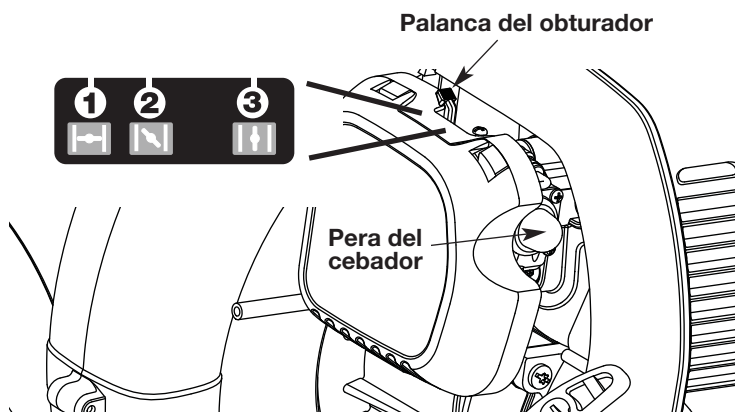
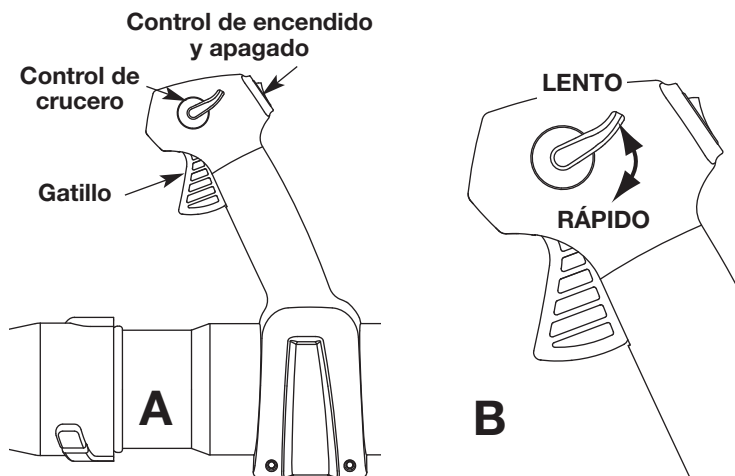
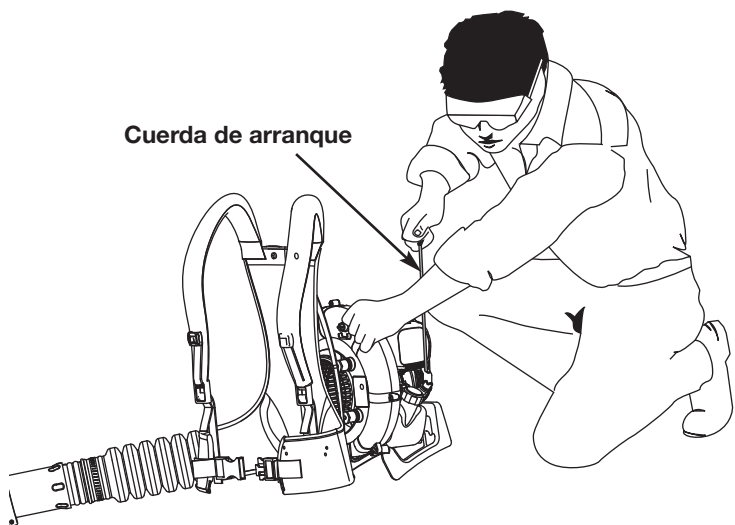

Fig. 14
Fig. 15
Fig. 16
ADVERTENCIA: Evite los arranques accidentales. Colóquese en posición de inicio cuando tire de la cuerda de arranque (Fig. 16). El operador y la unidad deben estar en una posición estable al arrancar la unidad para evitar graves lesiones personales. Para evitar lesiones personales graves, asegúrese de que los tubos de la sopladora estén colocados antes de hacer funcionar la unidad.
- NOTA:** No hay necesidad de arrancar la unidad. El control de Encendido/Apagado está en la posición ENCENDIDO (I) en todo momento.
3. Oprima y suelte completamente la pera del cebador **10** veces, lentamente. Deberá verse alguna cantidad de combustible en la pera del cebador (Fig. 14). Si no se ve combustible en la pera, oprima la pera hasta que se vea el combustible.
4. Coloque la palanca del obturador en la **Posición 1** (Fig. 14).
- NOTA:** La unidad debe arrancarse en vacío. No apriete el gatillo hasta que el paso 8 (Fig. 15, A).
5. **No apriete el gatillo.** Colóquese en la posición de arranque (Fig. 16). Tire de la cuerda de arranque **5** veces en un movimiento controlado.
6. Coloque la palanca del obturador en la **Posición 2** (Fig. 14).
8. Apriete y sostenga el gatillo, o presione el control de crucero (Fig. 15, A), y permitir que el motor se caliente durante 30 a 60 segundos.
9. **Continuar oprime el gatillo.** Mover la palanca del obturador a la **Posición 3** (Fig. 14) y continuar el calentamiento del motor por un período adicional de 60 segundos. Durante este tiempo la unidad puede ser utilizada.
2. Oprima y mantenga oprimido el Control de encendido y apagado en la posición APAGADO (O) hasta que el motor se detenga por completo (Fig. 15, A)
1. Una vez que el motor haya arrancado y esté caliente, oprima el gatillo para acelerar la unidad según sea necesario (Fig. 15, A).
2. Para períodos de funcionamiento más prolongados y para eliminar la posibilidad de fatiga en el dedo, mueva el control de crucero hacia la posición RÁPIDO para aumentar poco a poco o mantener la velocidad del motor de la unidad (Fig. 15, B). Cuando se oprima el control de crucero, el gatillo retrocederá hacia la manija.
3. Para disminuir la velocidad del motor, mueva el control de crucero hacia la posición LENTO y el gatillo regresará a la posición de marcha en vacío (Fig. 15, B).
NOTA: La unidad debe arrancarse en vacío. No apriete el gatillo hasta que el paso 10 (Fig. 15, A).
5. Agáchese en la posición de arranque (Fig. 16). Inserte el arrancador eléctrico o el Power Start Bit™ en la parte trasera de la unidad (Fig. 32). Consulte la sección de Operación del manual del operador del Arrancador Eléctrico o Accesorio de Arranque Eléctrico Opcional Power Start Bit™.
6. **No apriete el gatillo.** Apriete y sostenga el botón de ENCENDIDO (I) del arrancador eléctrico o taladro durante 2 segundos.
7. Coloque la palanca del obturador en la **Posición 2** (Fig. 14).
8. **No apriete el gatillo.** Apriete y sostenga el botón de ENCENDIDO (I) del arrancador eléctrico o taladro durante 2 segundos, hasta que la unidad arranque.
10. Apriete y sostenga el gatillo, o presione el control de crucero (Fig. 15, A), y permitir que el motor se caliente durante 30 a 60 segundos.
11. **Continuar oprime el gatillo.** Mover la palanca del obturador a la **Posición 3** (Fig. 14) y continuar el calentamiento del motor por un período adicional de 60 segundos. Durante este tiempo la unidad puede ser utilizada.
- Use la control de crucero (Fig. 15) para mantener el gatillo oprimido mientras esté trabajando para facilitar el funcionamiento continuo.